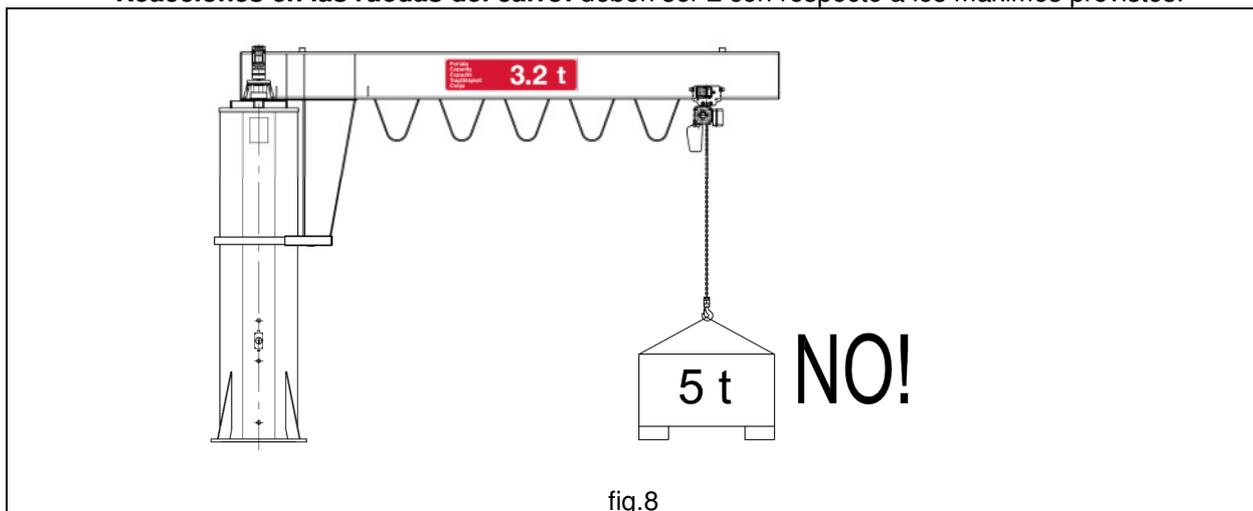

fig.8
3. Las características de la unidad de elevación (carro/polipasto), si no forman parte del suministro, sean compatibles con las de la grúa de bandera (ver punto 2.2.6) en relación con: (fig.8)